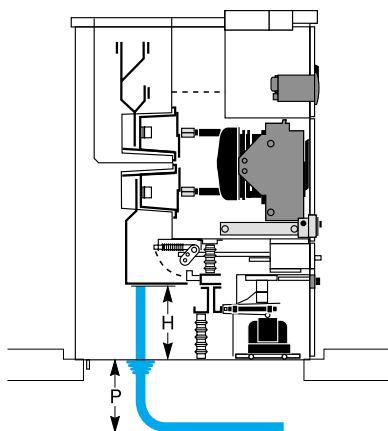

Рис. 1
(1) Для ячейки AD3 на 3150 A с двумя комплектами ТТ необходимо установить под ячейкой дополнительный отсек.
(2) При установке оборудования с низковольтным трансформатором остаточного тока используйте трансформатор типа ARC3 при подключении двумя кабелями (см. стр. 31).
■ При определении глубины P кабельного поддона учитывайте ячейки и кабели, требующие максимальной глубины установки (см. рис. 1).